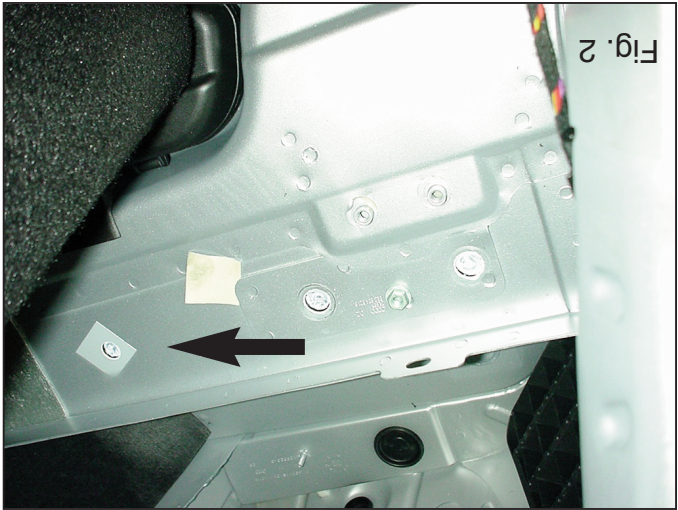

Fig. 2
1. Verwijder de bekleding van de bodemvloer. Verwijder het kunststof-achterpaneel en neem het linker en rechter zijpaneel gedeeltelijk los, zodat de bevestigingspunten bereikbaar zijn. Verwijder de stickers uit de kofferbakbodemplaat, v.v. de bevestigingspunten. (zie fig. 2.) Demonteer de bumper en maak het hitteschild en de laatste uitlatophanging los. Zaag een deel overeenkomstig figuur 3 in het midden aan de onderzijde uit de bumper. Zaag overeenkomstig figuur 4 de aangegeven delen af.
1. Remove the bootmat. Remove the plastic back panel and detach the left and right side panels to access the points of attachment. Remove the stickers from the fixing points in the base of the luggage compartment (see fig. 2). Remove the bumper and loosen the heat shield and the exhaust suspension. Saw a section out of the middle of the underside of the bumper as shown in fig 3. Saw out the indicated sections from figure 4.
1. Die Fußbodenverkleidung entfernen. Die Kunststoff-Rückwand entfernen und die linke und rechte Seitenwand teilweise lösen, so dass die Befestigungspunkte erreichbar sind. Die Aufkleber auf dem Boden des Kofferraums bei den Befestigungspunkten entfernen (siehe Abb. 2). Die Stoßstange demontieren und das Hitzeschild sowie die letzte Auspuffaufhängung los machen. Auf der Unterseite der Stoßstange einen Teil
1. Retirar el revestimiento del suelo. Retirar el panel trasero sintético y desprender parcialmente el panel lateral izquierdo y derecho, de modo que quedan accesibles los puntos de sujeción. Retirar los adhesivos del maletero a la altura de los puntos de fijación. (Véase la fig. 2). Desmontar el parachoques y soltar el escudo térmico y la última suspensión del tubo de escape. Serrar una parte de acuerdo con la figura 3 en el centro del lado inferior del parachoques. Corte las secciones indicadas en la figura 4.
1. Fjern beklædningen i bunden. Fjern bagpanelet af kunststof og løsn det venstre og højre sidepanel, således at man kan komme til ved montagepunkterne. Fjern mærkaterne ved montagepunkterne (jævnfør fig. 2) i bunden af bagagerummet. Demonter kofangeren og løsn varmeskjoldet og det yderste udstødningsophæng. Sav en del ud af kofangeren midt på undersiden jf. fig. 3. Sav de markerede dele ud ifølge figur 4.
1. Rimuovere il rivestimento dal fondo del bagagliaio. Rimuovere il pannello posteriore in plastica e staccare parzialmente i pannelli destro e sinistro, in modo da rendere accessibili i punti di fissaggio. Rimuovere gli adesivi dal fondo del bagagliaio a livello dei punti di fissaggio. (vedi fig. 2) Smontare il paraurti e staccare lo scudo termico e l'ammortizzatore più esterno del tubo di scarico. Segare via la parte indicata in figura 3 dalla parte centrale inferiore del paraurti. Segare via le parti indicate in figura 4.